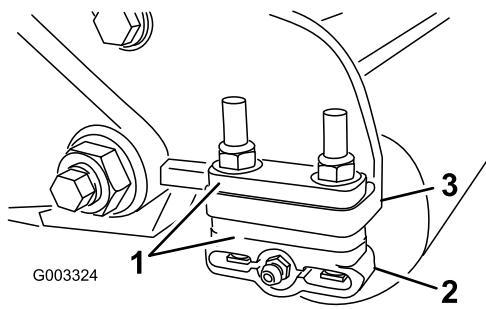

Figura 19
1. Ajuste os suportes do rolo traseiro (Figura 19) na altura desejada do limite de corte posicionando a quantidade necessária de cunhas por baixo da flange de montagem da placa lateral (Figura 19) de acordo com o quadro de altura de corte.